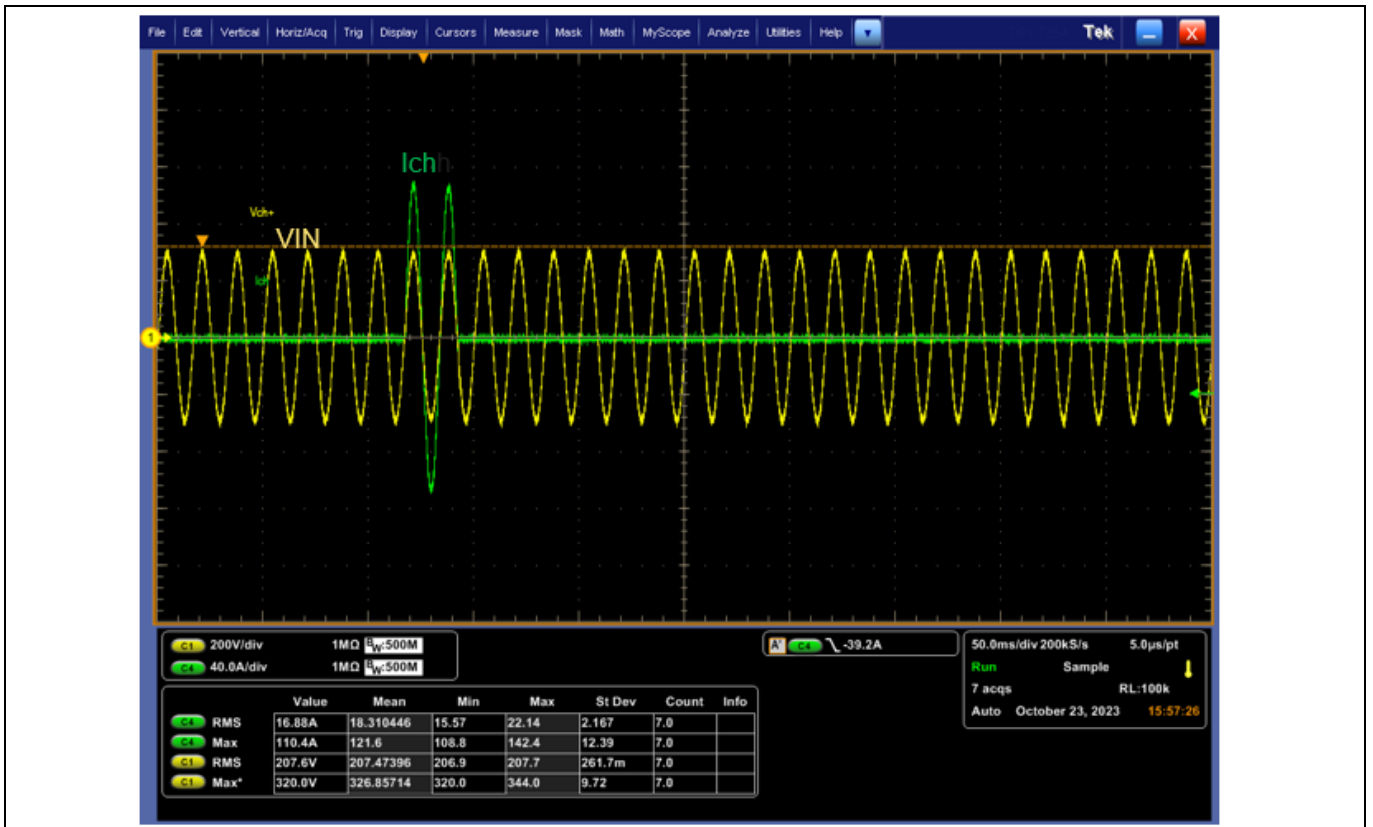

图 22 AC15 OVL 测试
- AC15 OVL: 当 I_{ch} 超过 RMS overcurrent factor fast 设置的阈值 1.5 或 2 个周期（交流系统）或 30-40 毫秒（直流系统）时，错误标志会被所存；见图 22 的测试结果。